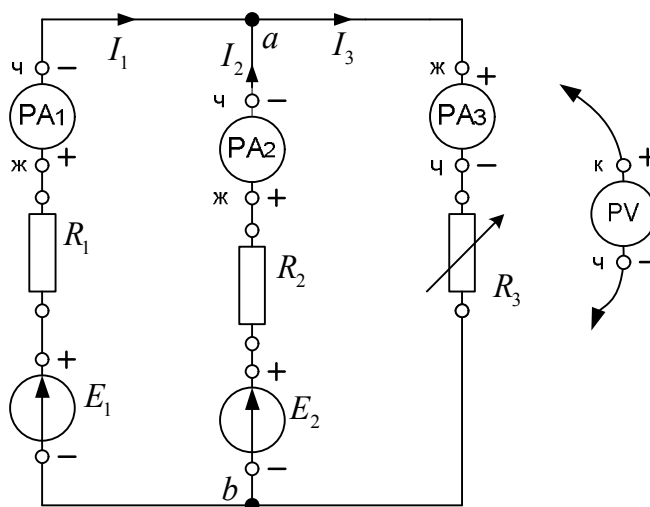

Рис. 2.2. Схема замещения цепи
Для исследования электрической цепи по схеме рис. 2.2 протокола измерений используют источники постоянного напряжения из блока *Модуль питания*: ЭДС  $E_1 = 9$  В ( $UZ1$ ) и  $E_2 = 12$  В ( $UZ2$ ), измерительные приборы постоянного тока из блока *Цифровые индикаторы*. Пассивные элементы электрической схемы выбирают из блока *Модуль резисторов*.
1) Собрать электрическую цепь по схеме, приведенной на рис. 2.2. Рекомендуемые значения:  $R_1 = 68 - 330$  Ом;  $R_2 = 100 - 330$  Ом;  $R_3 = 10 - 150$  Ом. Величины сопротивлений резисторов  $R_1$ ,  $R_2$  и  $R_3$  занести в табл. 2.1 протокола измерений.
3) В протоколе измерений фиксировать знаки токов в соответствии с направлениями, указанными на схеме замещения (см. рис. 2.2). В последующих опытах фиксировать изменения знаков токов.
3) По схеме замещения цепи (рис. 2.2) определить  $E_{\Gamma}$  и  $R_{\Gamma}$  относительно ветви с  $R_3$ , полученные значения занести в табл. 2.2.